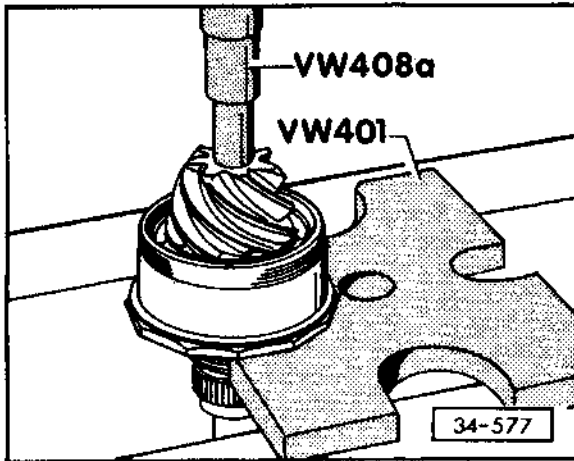

Abb. 5 Innenringe des Doppelkegelrollenlagers auf ca. 100° C erwärmen, aufsetzen und nachpressen
- warm aufsetzen und nachpressen – Abb. 5